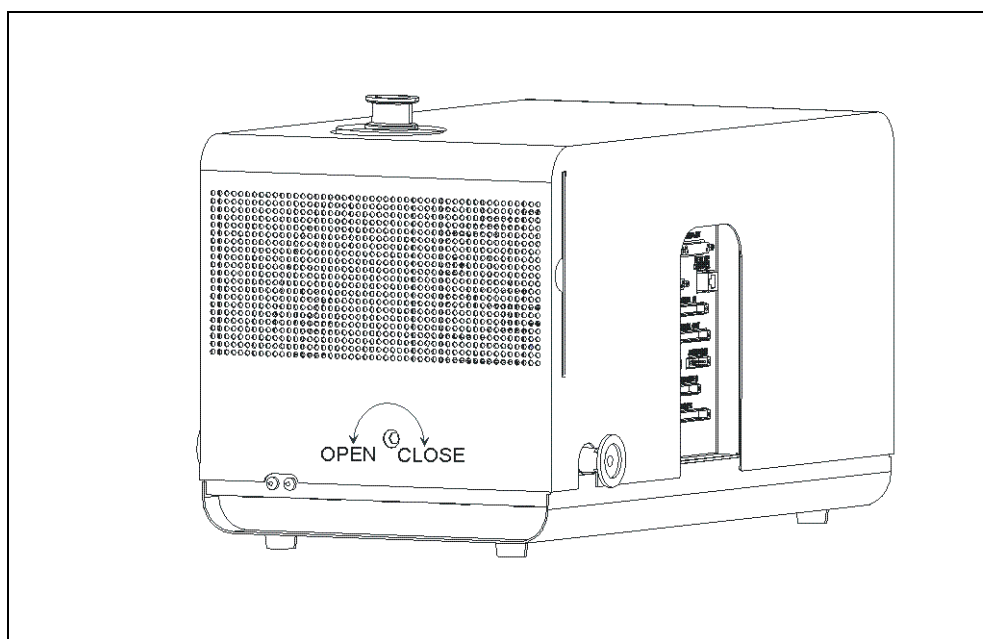

Fig. 7-2 Ouverture du capot de l'appareil
- 3** À l'aide d'une clé mâle à six pans SW 8 mm, ouvrir les fermetures (ROTO-LOCK) des deux côtés du capot de l'appareil. Voir à ce propos la Fig. 7-2.